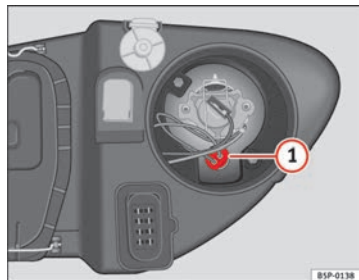

Fig. 193 Luci di posizione
- Estrarre il portalampane ⇒ fig. 193 **1** verso l'esterno.